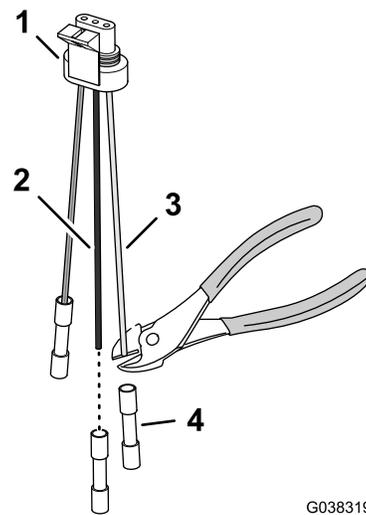

Figure 41
1. Coupez les connecteurs à épissure bout à bout du fil rose et du fil noir de l'adaptateur à 3 broches (Figure 41).